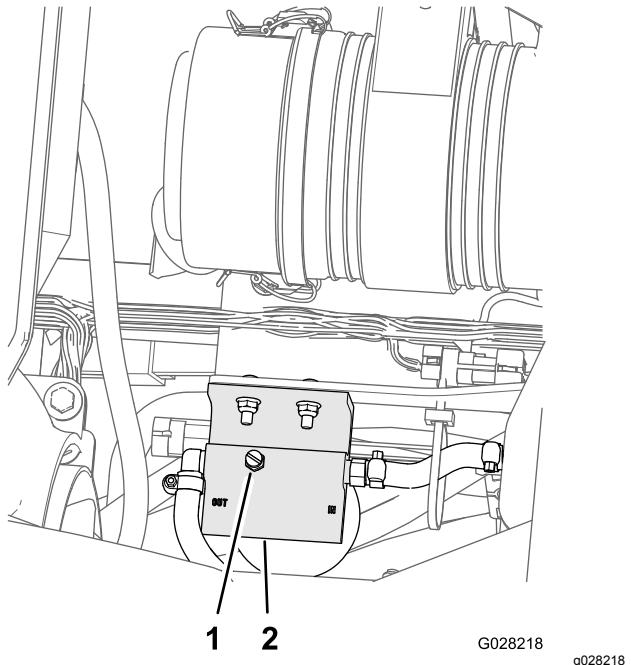

Bild 75
5. Lösen Sie die Entlüftungsschraube oben am Kraftstofffilter/Wasserabscheider (Bild 75).
7. Ziehen Sie die Entlüftungsschraube an und stellen den Anlasser in die Aus-Stellung (Bild 75).